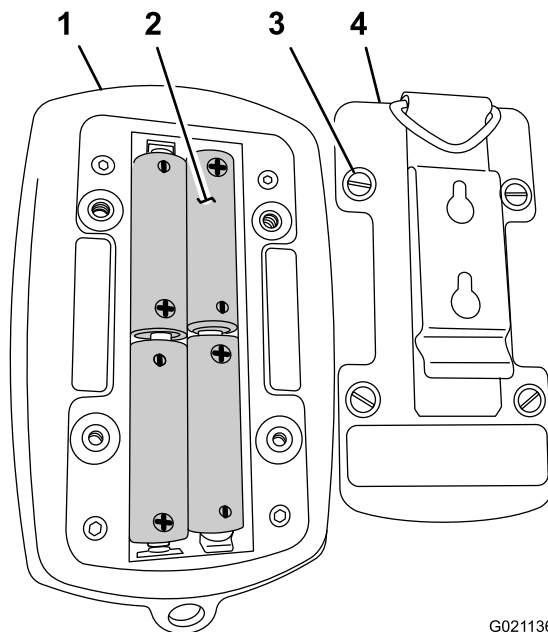

Figure 71
1. Desserrez les 4 vis qui fixent le couvercle des piles au dos de la télécommande, et retirez le couvercle (Figure 71).
3. Insérez les piles de rechange (Figure 71).
4. Remettez le couvercle des piles sur la télécommande et fixez-le avec les 4 vis (Figure 71) desserrées à l'opération 1.